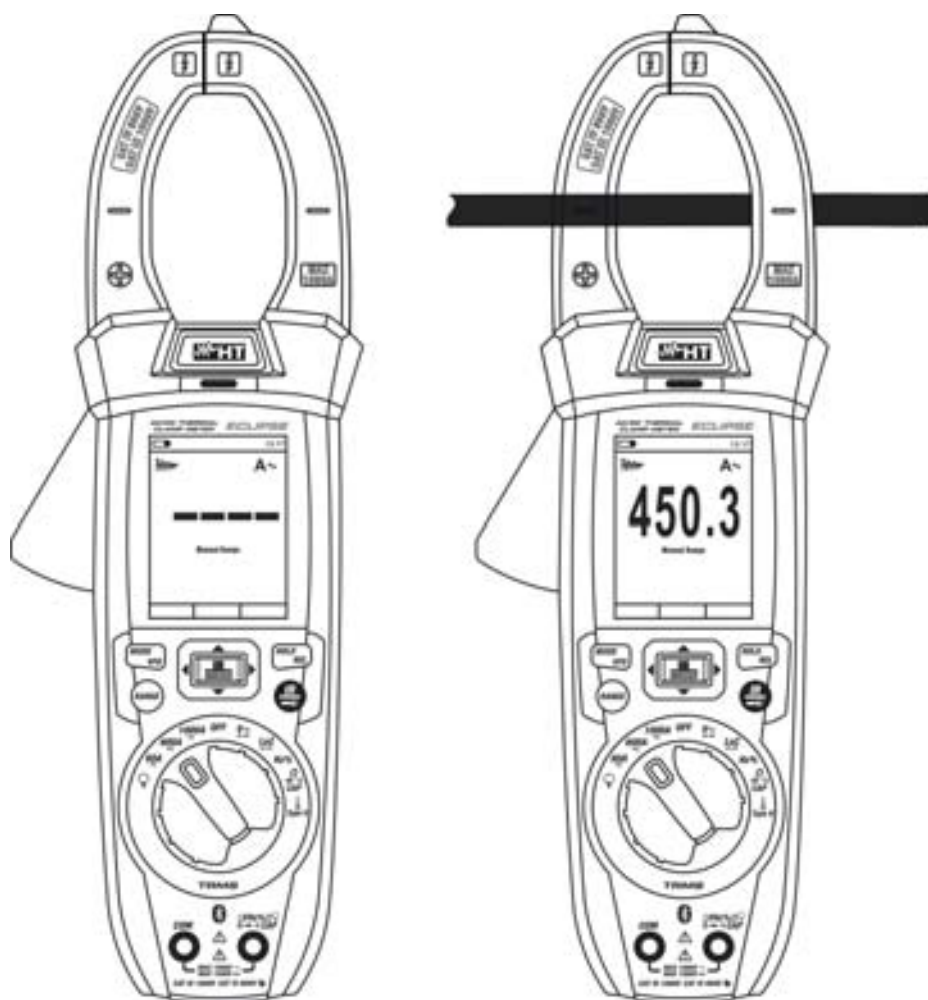

Fig. 33: Uso dello strumento per misura di Corrente di spunto (INRUSH)
3. Premere a lungo il tasto **INRUSH** per attivare la funzione "INRUSH". I simboli "INRUSH" e "----" sono mostrati a display (vedere Fig. 33 – parte sinistra)
4. Inserire il cavo all'interno del toroide al centro dello stesso (vedere Fig. 33 – parte destra) al fine di ottenere misure accurate. Utilizzare le tacche presenti come riferimento (vedere Fig. 3).